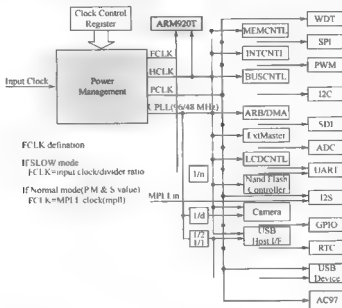
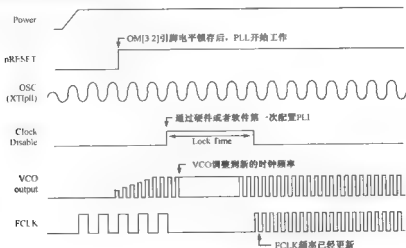

图 8-2 系统时钟分布图
图 8-3 系统时钟初始化流程
对于 TQ2440 开发板，外部晶振的振荡频率是 12MHz，经过锁相环 MPLL 后会输出 3 种类型的频率：FCLK、HCLK、PCLK。CPU 核工作需要 FCLK，AHB 总线上的外设（如存储器控制器、LCD 控制器、中断控制器等）需要使用 HCLK，其他低速外设（如 ADC、UART、GPIO、RTC、IIC 和 SPI 等）需要 PCLK，各个时钟都对应着具体的应用设备，如图 8-2 所示。
系统时钟初始化流程如图 8-3 所示。
如图 8-3 所示, 系统时钟初始化流程如下。
(1) 系统刚上电几毫秒后, FCLK 等于外部晶振的振荡频率, 即 $FCLK=Fin$ 。
(2) 当复位信号 nRESET 恢复高电平后, 锁相环按照寄存器 MPLLCON 和 CLKDIVN 设定的倍频比例开始生成所需要的时钟频率。从图 8-3 中可以看到, 从锁相环开始工作到输出新的稳定的频率值需要一定的时间 (Lock Time, 也叫锁相环的捕获时间), 经过这段时间后, 锁相环输出新的频率值, 这是 FCLK 等于锁相环的输出。寄存器 LOCKTIME 中的值对应着图 8-2 中的 Lock Time, 初始化时一般将其设为 0xfffff, 这是 S3C2440 数据手册上给出的默认值, 一般按照这个值初始化 LOCKTIME 寄存器即可满足要求。
(3) 经过一段时间后, 锁相环 PLL 输出新的时钟频率。